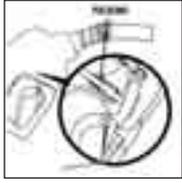

Ilustración 6
- ✓ Si la fuga se produce en la base o el dispositivo de protección de la palanca, el obturador puede estar gastado. (Vea la ilustración 6)